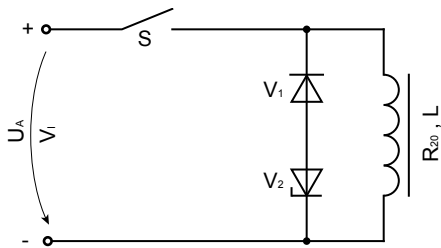

Fig. 8: Schaltung mit Zenerdiode / Zener diode circuit
**8.7.1. Diode mit Zenerdiode (Fig. 8)**
**8.7.1. Diode with zener-diode (Fig. 8)**